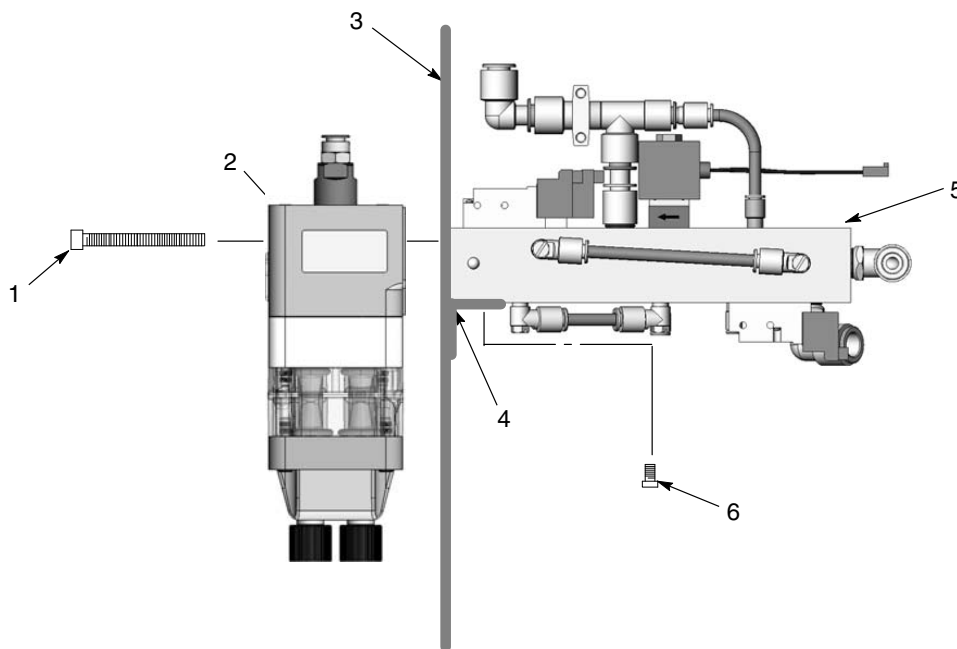

Figura 4-1 Instalación de la bomba y del distribuidor
1. Ver la figura 4-1. Asegurarse de que las juntas obturadoras en la bomba (2) y en el distribuidor (5) no estén dañadas. Si las juntas obturadoras están dañadas, sustituir las.
2. Ajustar el distribuidor en el soporte de montaje correspondiente (4) contra la pared del panel de bomba (3). Fijar el distribuidor con los tornillos de montaje (6), pero sin apretar los tornillos.
3. Fijar la bomba al panel y al distribuidor utilizando los tornillos de montaje de la bomba (1). Apretar bien los tornillos de montaje de la bomba.